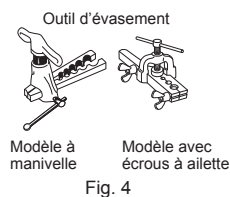

Fig. 4
- Insérez complètement le tuyau de vidange dans le bac de vidange sur le côté arrière droit de l'unité interne. (Fig. 4)
- Insérez le tuyau de vidange dans le manchon d'ouverture murale (C) et fixez la partie supérieure de l'unité interne sur le gabarit d'installation (1). Déplacez ensuite l'unité interne complètement vers la gauche pour faciliter le placement de la tuyauterie à l'arrière de l'unité.
- Travaux d'évasement (Fig. 4, 5). Tenez fermement le tuyau de cuivre dans la dimension indiquée dans le tableau. Sélectionnez A mm dans le tableau suivant l'outil que vous utilisez.